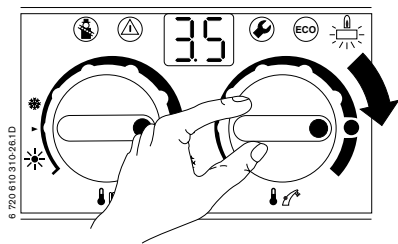

Fig. 36
- ▶ Régler la température d'eau chaude (voir Fig. 36) grâce au sélecteur  de la chaudière (voir le tableau ci-dessous). Elle n'est pas indiquée sur l'afficheur.